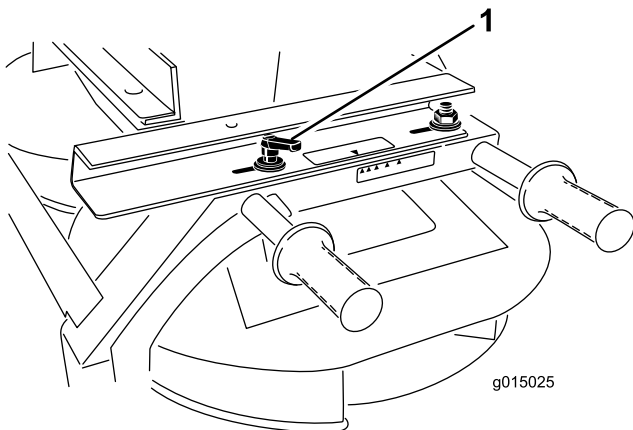

Figura 44
1. Allentate la maniglia su ogni lato dello spargitore doppio (Figura 44).